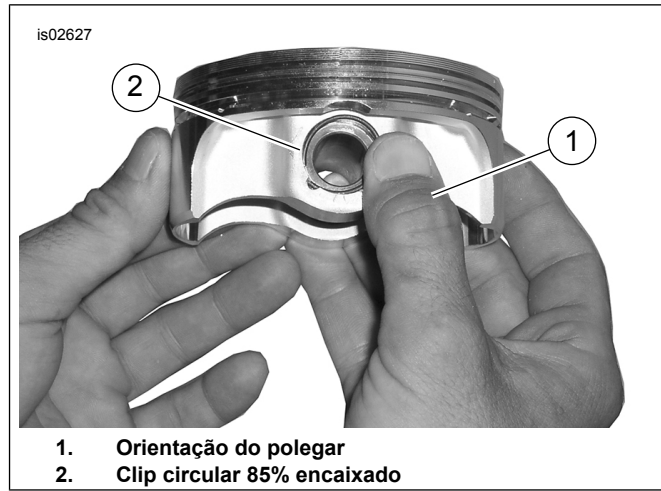

Figura 4. Instale o grampo circular
2. Ver Figura 4 . Posicione o seu polegar (1) conforme ilustrado. Prima com firmeza, até que cerca de 85% do anel de retenção (2) fique encaixado na ranhura.